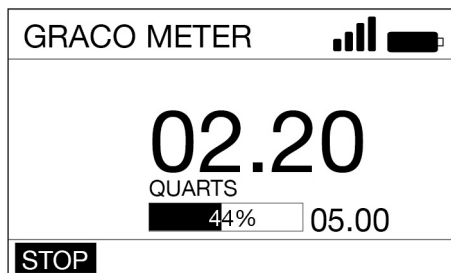

Fig. 34
3. Use las FLECHAS DERECHA o IZQUIERDA para seleccionar STOP (J) (Fig. 34). Pulse el botón INTRO.